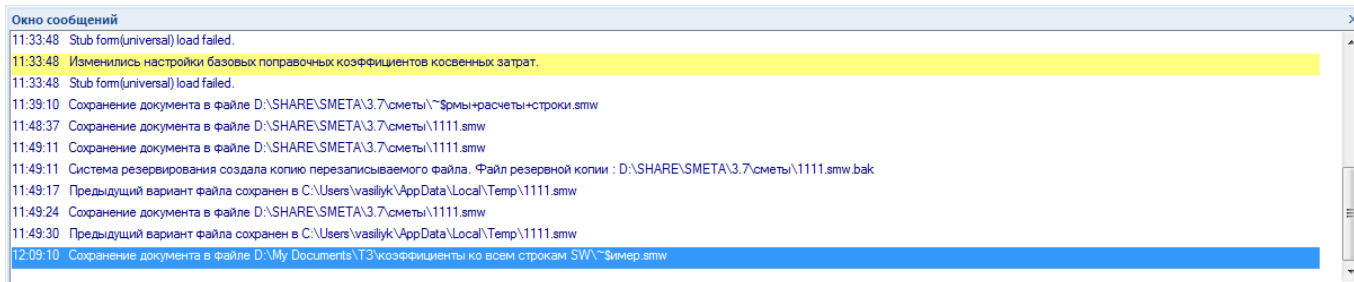

Рис. 1.9 Окно сообщений
**Окно сообщений** (рис. 1.9) предназначено для вывода системных сообщений (информации о сохранении, закрытии документа и т.д.).